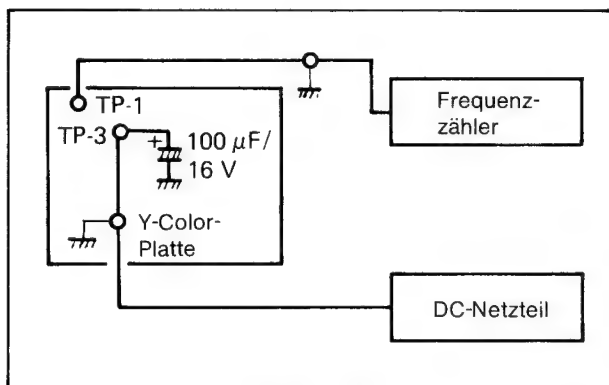

Bild 3-23
3. 100  $\mu$ F/16 V Elko zwischen TP 3 und Masse löten. Regelbares Netzteil auf den notierten Wert von 2. justieren und diese Spannung mit + an TP 3 und – an Masse legen. An TP 1 Frequenzzähler anschließen (Bild 3-23).